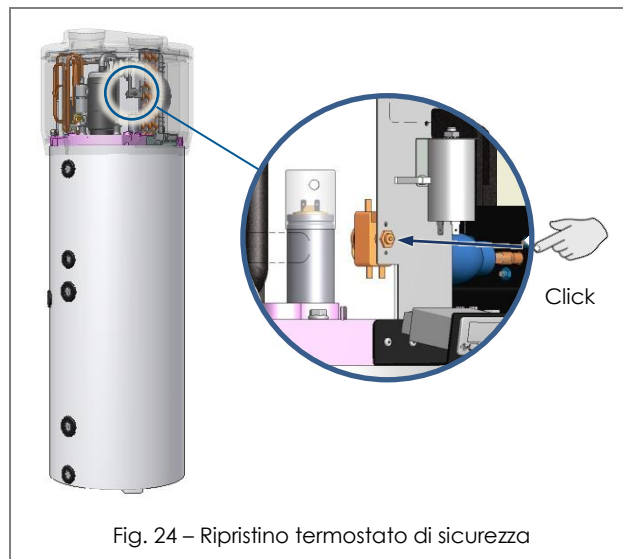

Fig. 24 – Ripristino termostato di sicurezza
- Ripristinare manualmente dall'alto il termostato di sicurezza intervenuto (Fig. 24). In caso di intervento il perno centrale del termostato fuoriesce per circa 4 mm;